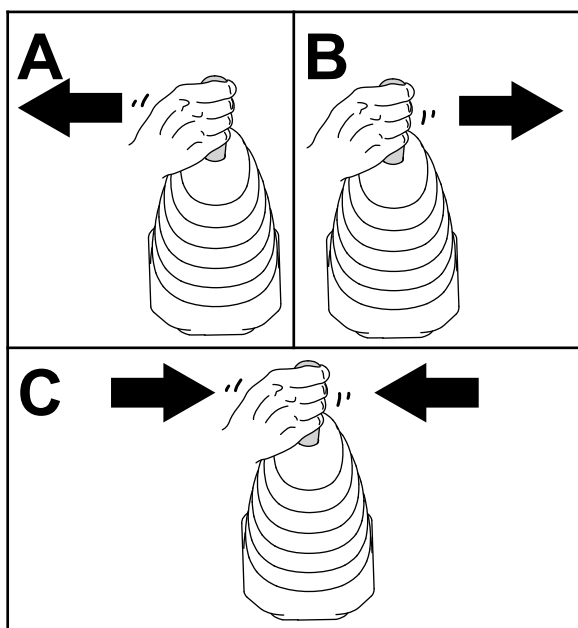

Рисунок 49
6. Переместите джойстик погрузчика влево, вправо, затем снова в НЕЙТРАЛЬНОЕ положение, чтобы сбавить давление в гидравлических соединителях (Рисунок 49).